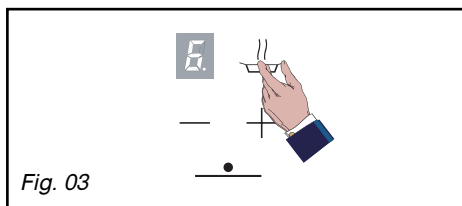

Fig. 03
– N'utilisez pas de diffuseurs, de grille-pain (Fig. 03), de grilloirs à viandes en acier et des faitouts avec des pieds reposant ou effleurant le dessus verre
- Un appui sur  sélectionne la position  (Fig. 03).